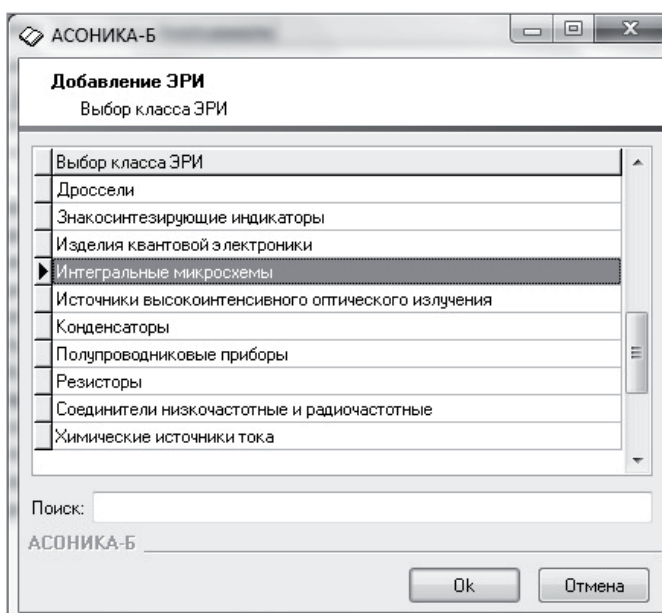

Рис. 14. Диалоговое окно *Выбор класса ЭРИ*
**Шаг 2.** В появившемся диалоговом окне укажите класс добавляемого ЭРИ и нажмите кнопку *ОК* (рис. 14).